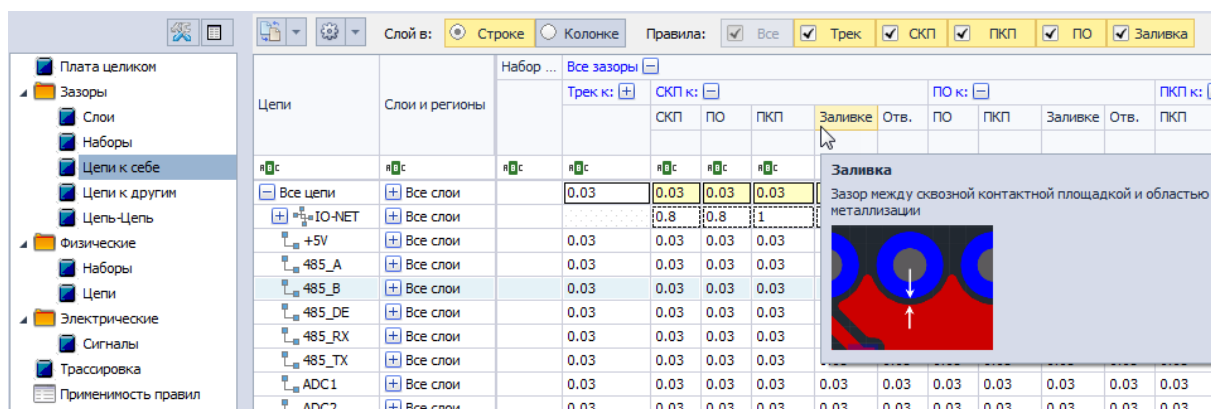

Рис. 14 Зазор между сквозной контактной площадкой и областью металлизации
- Зазор между СКП и Заливкой обозначается как «СКП к Заливке», Рис. 14. Зазор определяет область вокруг сквозной контактной площадки, в которой запрещено размещение металлизации. Если такая контактная площадка будет наложена на область металлизации, то часть области металлизации будет удалена, чтобы обеспечить необходимый зазор.